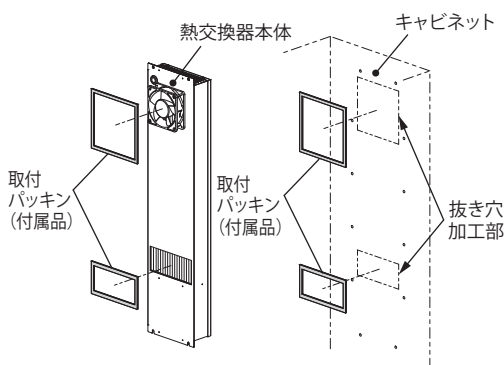

図 2
2. 付属のパッキンを熱交換器本体の裏面、またはキャビネットの抜き穴加工部の内側に貼り付けてください。(図 2)
3. 貼り付けたパッキンの表面およびフードカバーの吸・排気口パッキンの表面に、付属のシーリング材を塗布してください。(図 2、3)